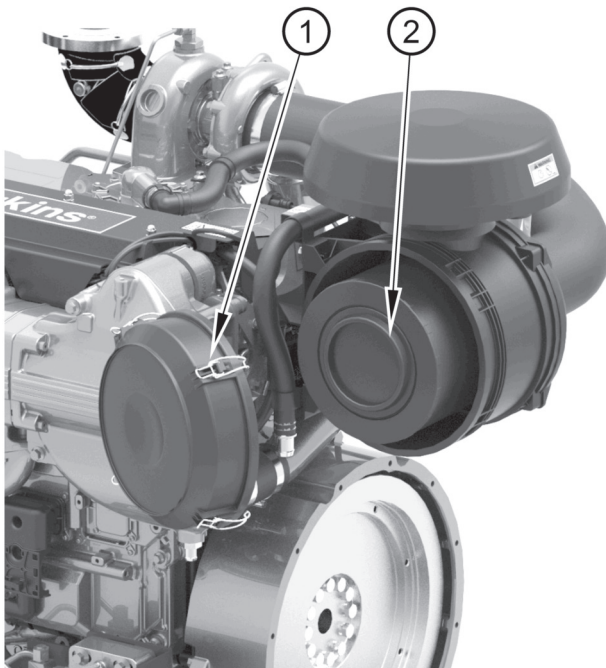

Figure 39
1. Débloquez les 4 clips et enlevez le couvercle (figure 39, repère 1).